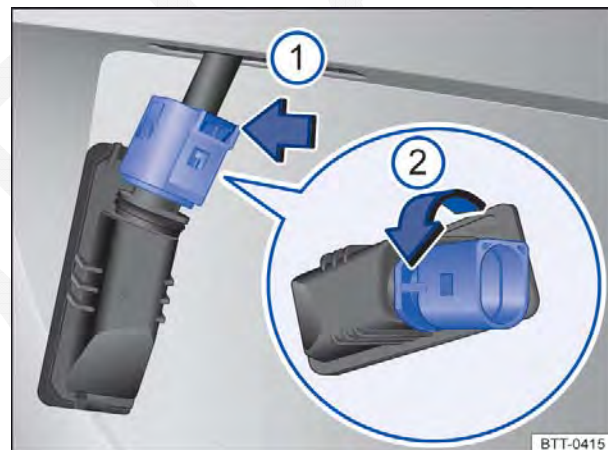

Fig. 255 Lanterna da placa licença: desinstalar o suporte da lâmpada.
4.	Pressionar a trava da tomada de ligação no sentido da seta ⇒ Fig. 255 ① e desencaixar a tomada de ligação.
5.	Girar o suporte da lâmpada no sentido da seta ② e retirar com a lâmpada incandescente.
7.	Encaixar o suporte da lâmpada na lanterna da placa de licença e pressionar no sentido contrário ao da seta ② até o batente.